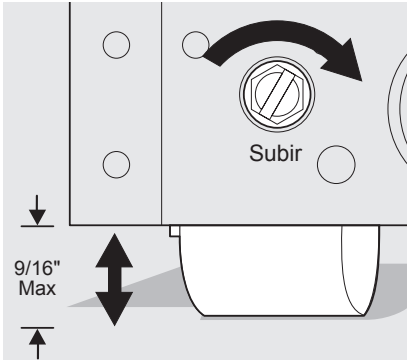

Figura 2
- 2 Use un destornillador plano o una llave de vaso de  $3/8$ " para elevar o rebajar las ruedas frontales (figura 2). No levante la cabina más de  $9/16$  pulgadas.